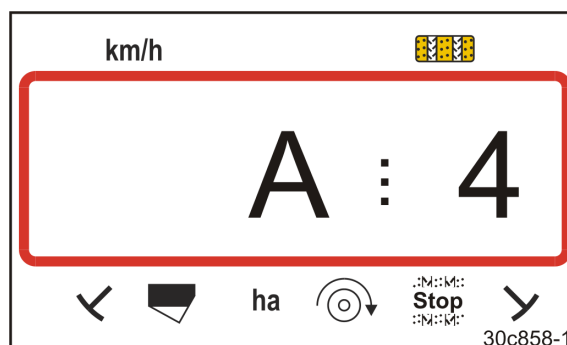

Fig. 44
- fremkommer visningen (Fig. 44)